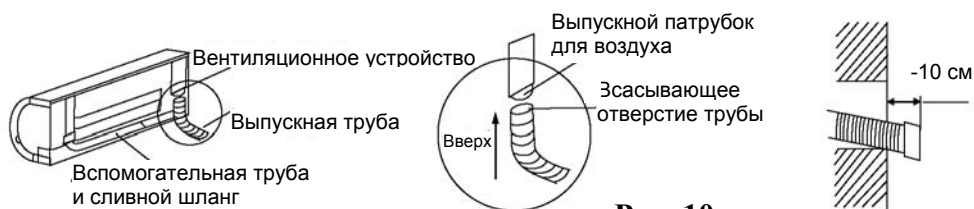

Рис. 10
1. Надежно прикрепить всасывающий конец выпускной трубы к выпускному патрубку вентиляционного устройства, при этом следить, чтобы соединение выпускной трубы не ослабло. (См. рис. 10)